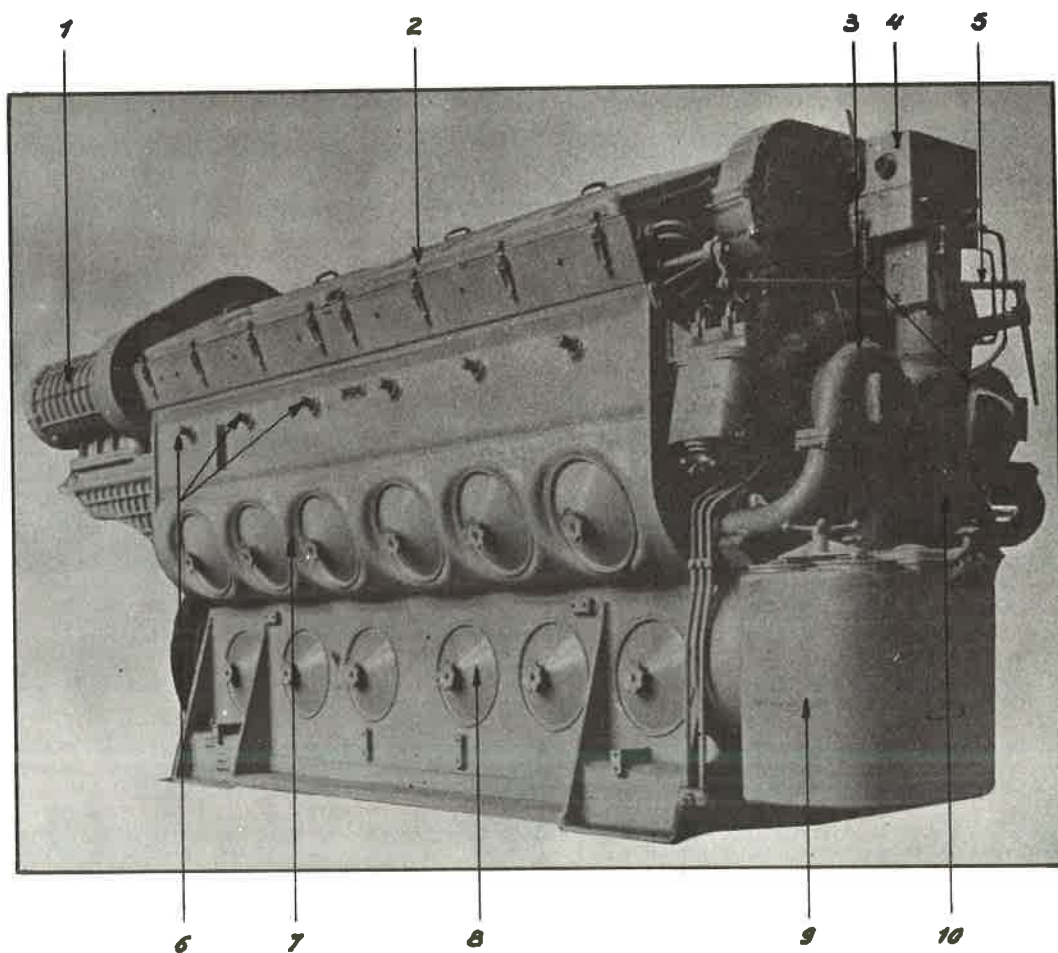

Fig. II-1.
La circulation de l'eau est forcée par deux pompes centrifuges situées à l'avant du moteur (fig. II-1). Ces pompes sont commandées par engrenages à partir du vilebrequin. Elles sont montées en charge: le réservoir d'expansion (9) du circuit est surélevé et raccordé à l'aspiration des pompes. Chacune d'elles refoule l'eau dans la rampe principale située